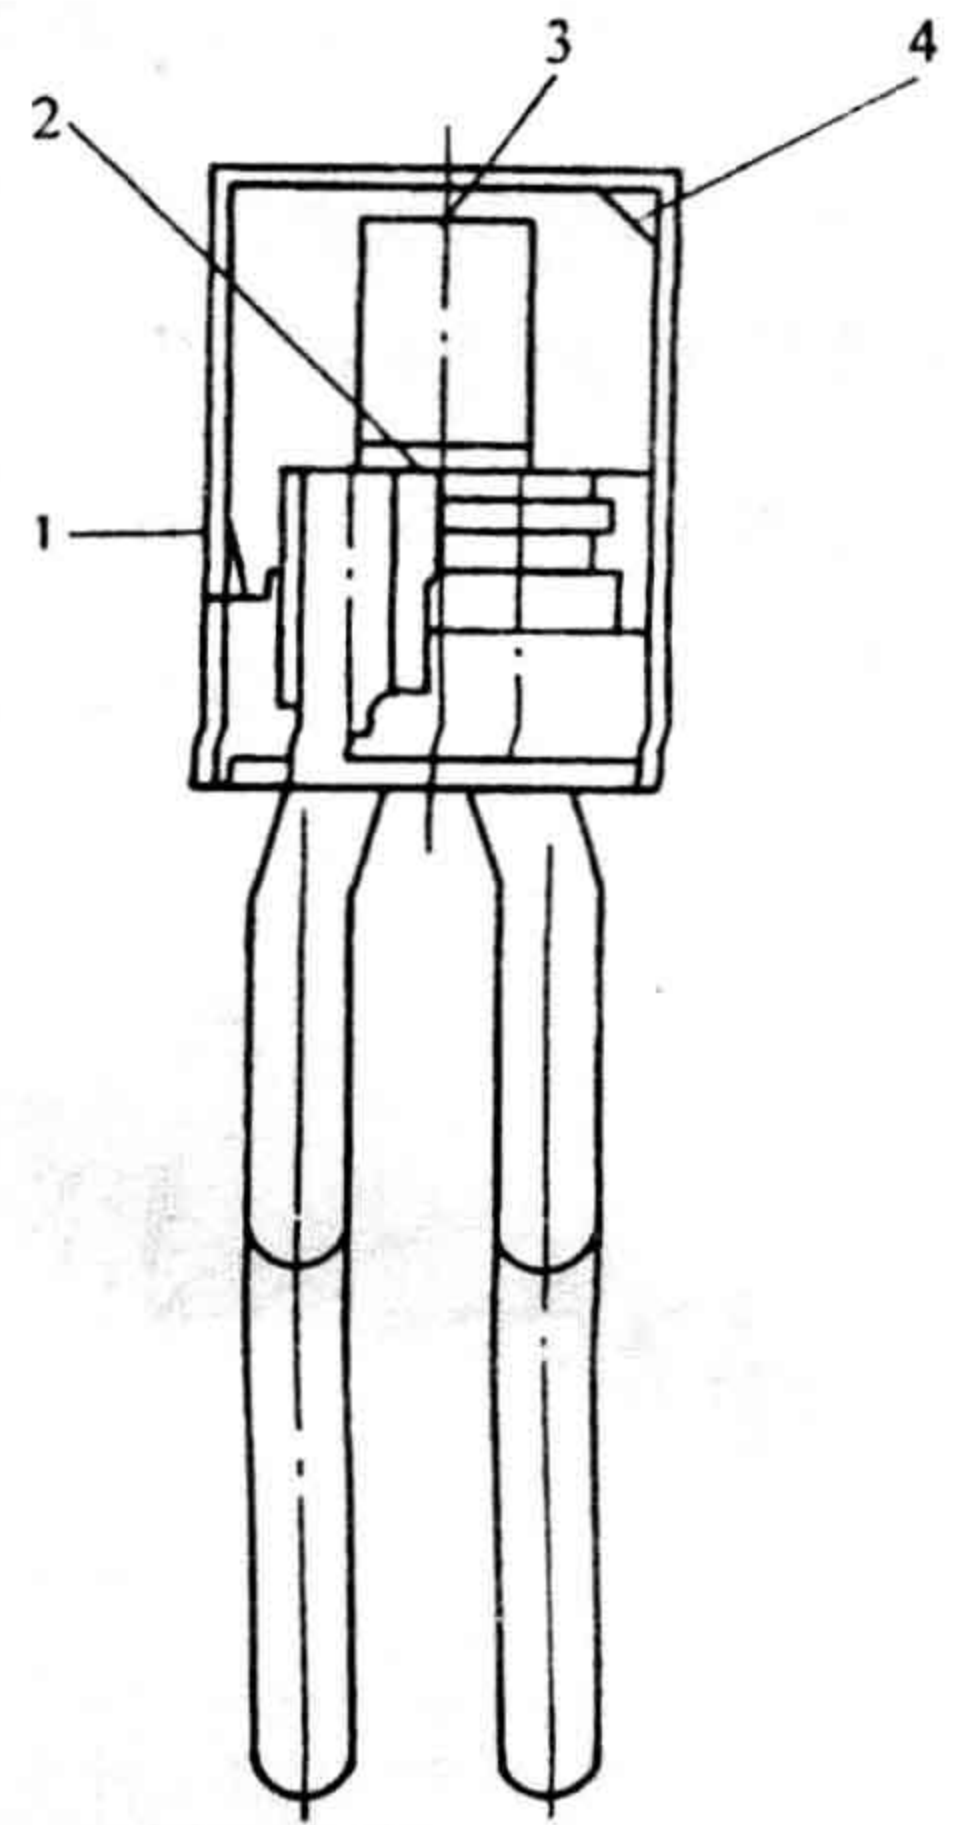

图3-3-11 点火器
2) 点火器(电雷管)。点火器是一个引爆装置,其结构如图3-3-11所示。它是安全气囊总成的一个组成部分,装在充气泵中,它可接收SRS ECU的低电流点火信号,点燃充气泵中的叠氮化钠。由于引爆装置负责起动并导致安全气囊膨胀,所以必须安全。必须确保触发电流通过此电路,为此在点火器电路内装有一个 2Ω 的电阻器(每个点火器触点的接触电阻为 0.8Ω)。SRS ECU利用该电阻来调节电流。修理时绝不能用数字式电压电阻表来测量电阻,否则会误引爆。